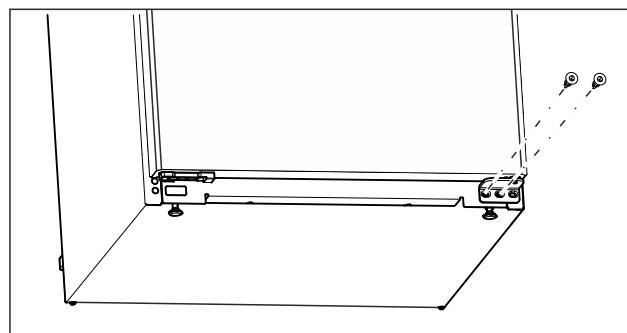

Fig. 14
- Na spodnjem ležajnem podstavku z izvijačem Torx 20 odvijte sredinski vijak. (glejte Fig. 14)
- Na spodnjem ležajnem podstavku z izvijačem Torx 20 odvijte notranji vijak. (glejte Fig. 14)